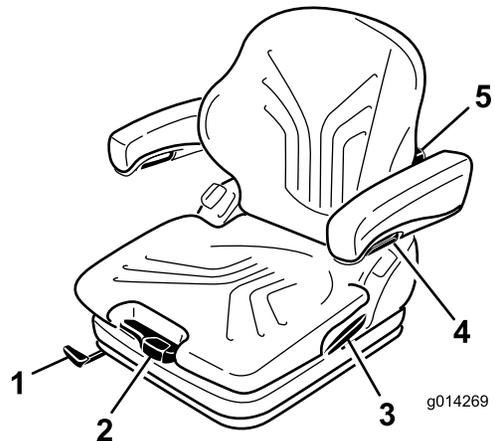

Bild 16
Der Sitz wird durch Ziehen oder Drücken des Gewichtseinstellhebels dem Fahrergewicht angepasst (Bild 16).
1. Um den Sitz einzustellen, bewegen Sie den Hebel zum Entriegeln des Sitzes (Bild 16).
Durch Drehen des Einstellhandrads nach oben kann die Krümmung des oberen Rückenlehnenkissens angepasst werden. Durch Drehen des Einstellhandrads nach unten kann die Krümmung des unteren Rückenlehnenkissens angepasst werden (Bild 16).
Um die Höhe der Armlehnen einzustellen, nehmen Sie die runde Kappe (Bild 16) vom Deckel ab, lösen Sie die Sechskantmutter (13 mm) dahinter, bringen Sie die Armlehnen in die gewünschte Position und ziehen Sie die Mutter fest. Bringen Sie die Kappe wieder auf der Mutter an.
Um den Winkel der Armlehnen einzustellen, drehen Sie das Einstellhandrad (Bild 16).
Ziehen Sie den Arretierhebel nach oben, um die Rückenlehnenarretierung zu lösen (Bild 16). Belasten Sie die Rückenlehne nicht, indem Sie sich anlehnen, wenn Sie die Rückenlehnenarretierung lösen.